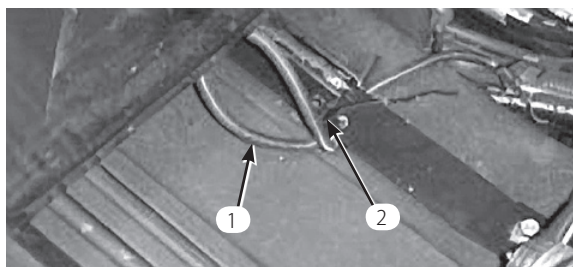

図 5
6. デラックスシートでは、もう一つのシートスイッチコネクタ (使用しない) を、ストラップの下を通して運転席の下まで戻し、2本のコードをキットに付属しているタイで束ねてストラップの一番後ろの穴に縛りつけておく (図5)。